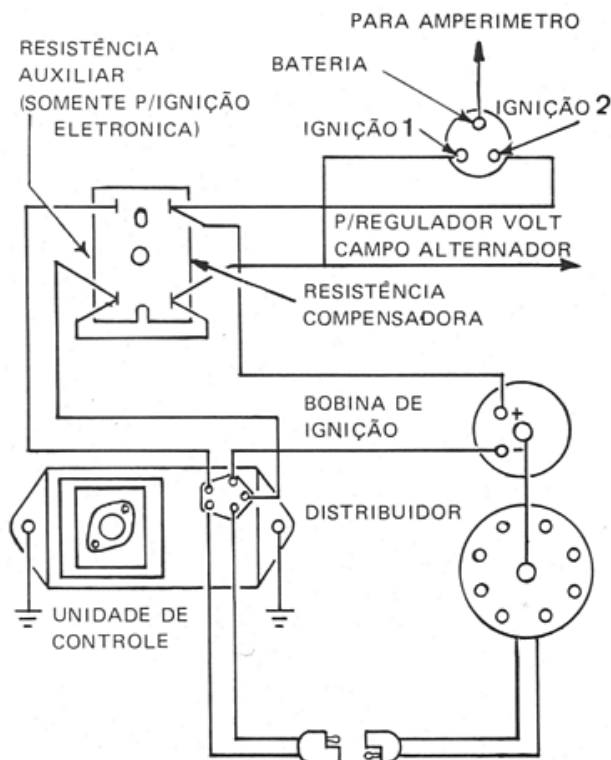

Fig.1 Esquema do Sistema de Ignição Eletrônica
- a) Verificar se os cabos relacionados abaixo estão corretamente ligados conforme Fig.1 com as conexões bem firmes e sem fissuras:
- Os circuitos básicos (Fig.1) do sistema de ignição e seus relacionamentos, se mantém os mesmos, com apenas a mudança de alguns componentes no circuito primário. O circuito primário consiste da bateria, chave de ignição, lado compensador da dupla resistência Ballast, enrolamento primário da bobina de ignição, transistor variador de força da Unidade de Controle e a estrutura do veículo.
- Durante o momento da partida a resistência é desviada, dando ampla voltagem de bateria para a bobina de ignição; a resistência compensadora está em série com ambos, a entrada da Unidade de Controle e os circuitos do Ballast auxiliar (Fig.1).